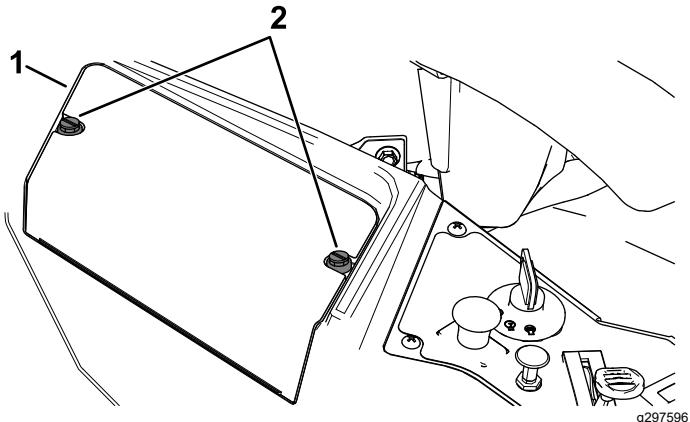

Figura 54
- Desaperte as duas fixações na cobertura da bateria no sentido contrário ao dos ponteiros do relógio 1/4 de volta e retire a cobertura (Figura 54).